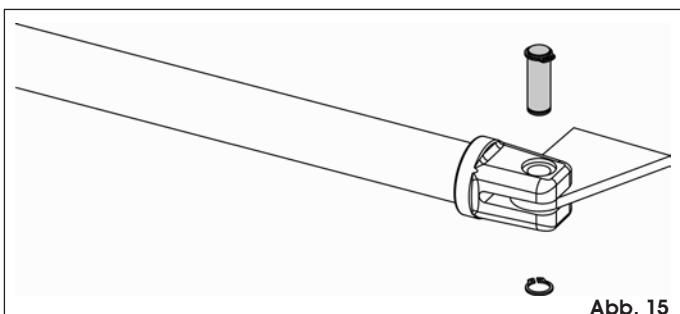

Abb. 15
7. Den hinteren Bügel mit dem entsprechenden Stift und den im Lieferumfang enthaltenen elastischen Ringen montieren (Abb. 15).